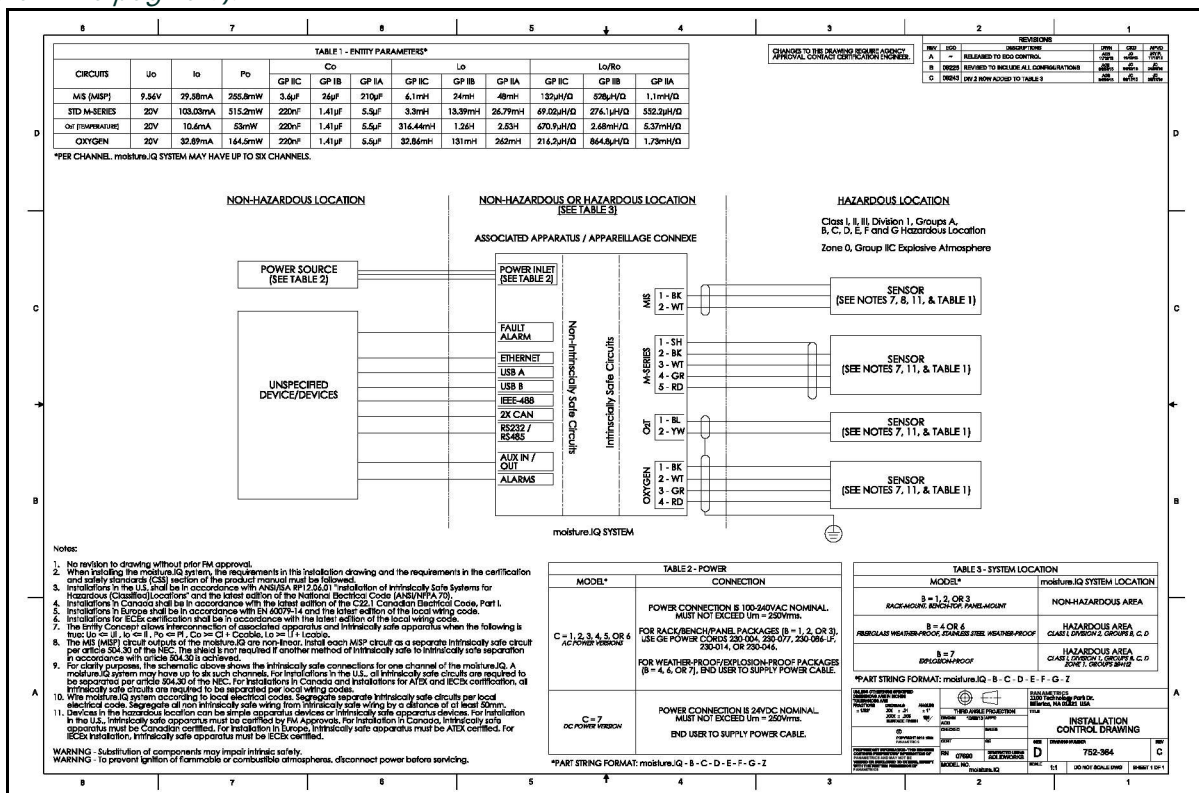

Figura 100: Rack/Bancada/Painel - Desenho de Controle de Instalação (Desenho 752-364_revC, SH 1 de 1)
- A instalação deve estar em conformidade com o *desenho controlado* versão 752-364 rack/bancada/painel (veja *Figura 100* abaixo) e *desenho* versão 752-513 de aço inoxidável e fibra de vidro à prova de intempéries e à prova de explosão (veja a *Figura 101 na página 2* a *Figura 105 na página 4*).